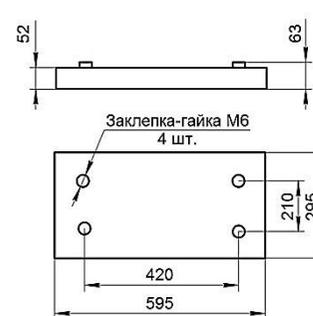

Рисунок 1 – Габаритные размеры светильника
- габаритные размеры светильника, ВхШхД, мм – см. рисунок 1;